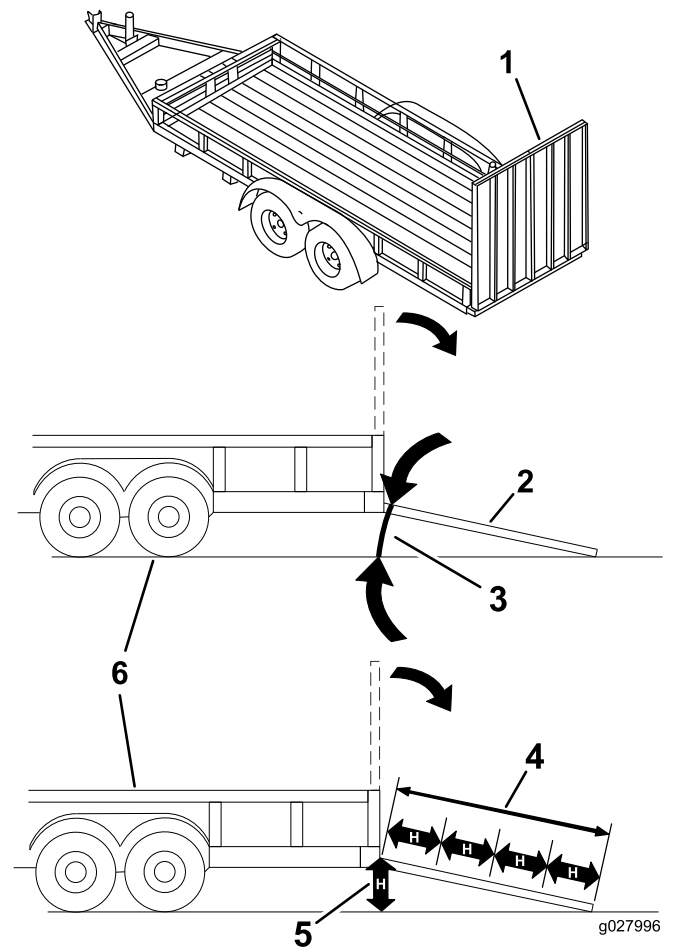

Figure 40
Le chargement de la machine sur une remorque ou un camion augmente le risque de basculement, et donc de blessures graves ou mortelles (**Figure 40**).
3. Abaissez la rampe pour que l'angle avec le sol ne dépasse pas 15 degrés (Figure 40).
1. Abaissez la rampe pour que l'angle avec le sol ne dépasse pas 15 degrés (Figure 40).